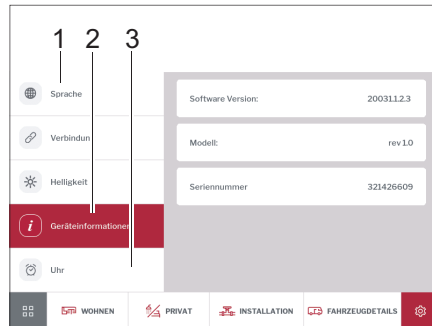

Bild 294 Sprache, Geräteinformationen, Uhrzeit
- Auf Schaltfläche *Sprache* (Bild 294,1) tippen und gewünschte Displaysprache einstellen.
- Auf Schaltfläche *Uhr* (Bild 294,3) tippen und Uhrzeit einstellen.
- Auf Schaltfläche *Geräteinformationen* (Bild 294,2) tippen.